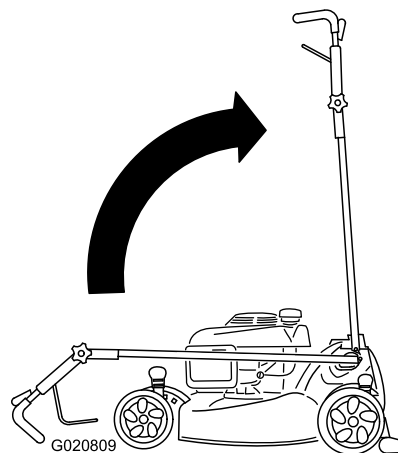

Figure 49
2. Amenez le guidon à la position verticale (Figure 49).